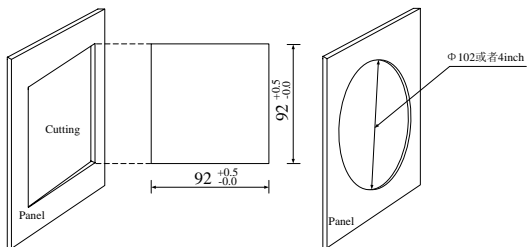

图 2-3 开口尺寸
1、首先，在欲安装 EPM5800 的盘面上开 DIN 或者 ANSI 标准的安装孔，尺寸见图 2-3。单位（mm）